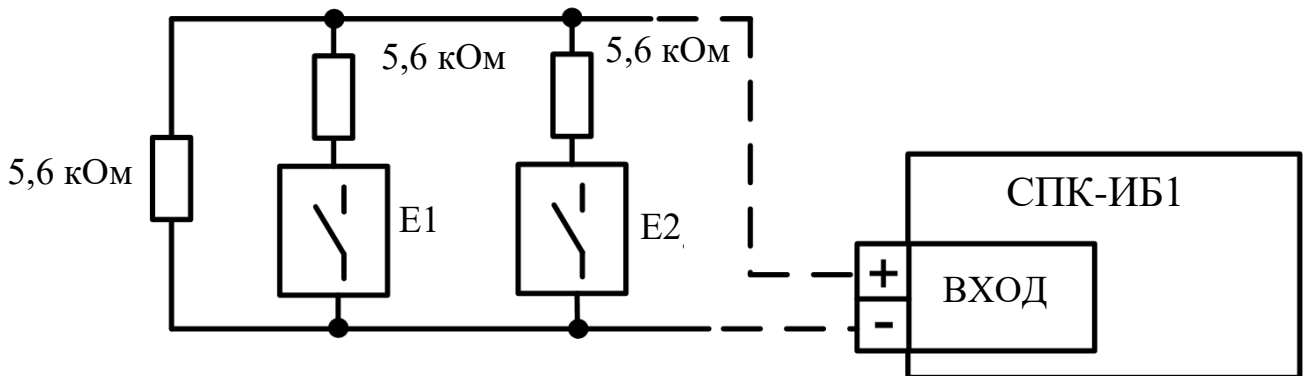

Рис. 3 Подключение ко входу пожарных извещателей с **нормально разомкнутой** выходной цепью
4. При использовании внешнего шлейфа сигнализации произвести подключение внешних извещателей в соответствии с рис. 2 – рис. 3.